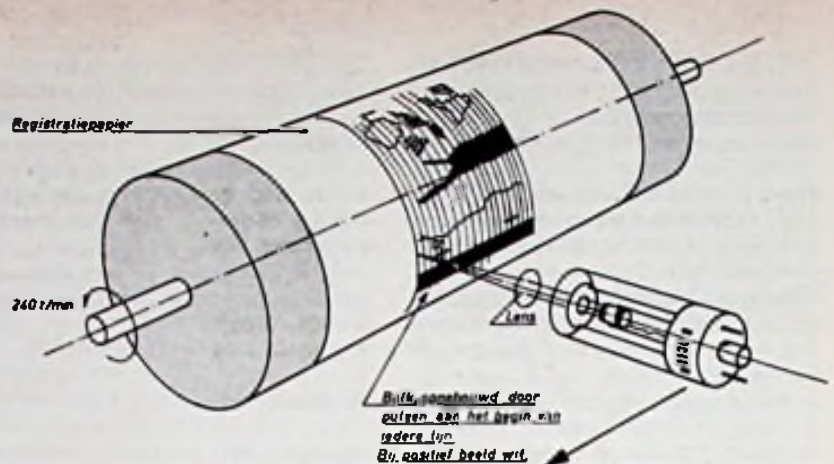

Fig. 48. Principe van de mechanische beeldregistratie schematisch weergegeven. Het verkregen beeld blijkt uit een schroeflijn te zijn opgebouwd.
I.O.C. (Index of Cooperation, zie sub. 38.4). Schematisch is een en ander weergegeven in fig. 48 (zie ook afb. 20).
Afb. 20. Geeft fig. 48 een schets van het principe van de mechanische beeldregistratie, deze afbeelding laat een beeld uit de werkelijkheid zien. Het plateau, waarop de schrijvers zijn gemonteerd wordt bij de registratie verplaatst van rechts naar links. De beeldtrommel draait (voor de waarnemer gezien) van onder naar boven.